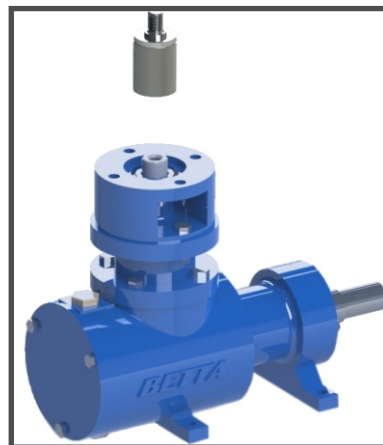

Fig. 42
- 6** - Retirar o suporte do reparo e guarda-chuva girando-o em sentido anti-horário com uma chave de cano. Esta peça é roscada no pistão. (Fig. 42)